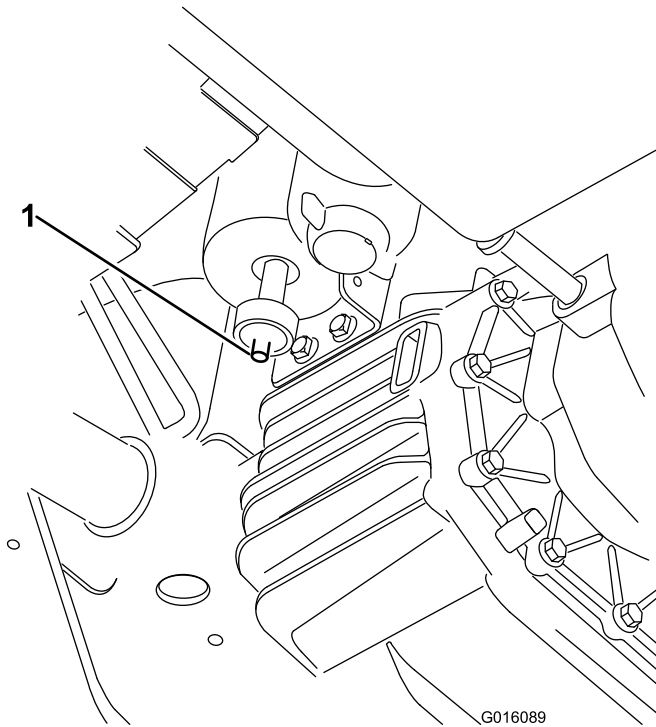

Figura 39
1. Localice el filtro de aire en la parte inferior del cartucho de carbón (Figura 39).